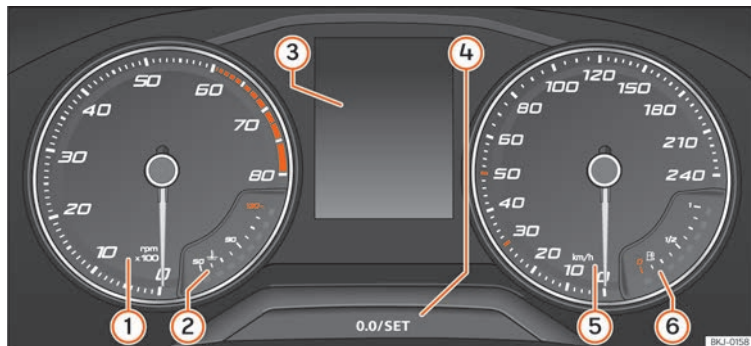

Abb. 117 Display des Kombi-Instruments in der Instrumententafel.
»» **Abb. 117:**
- Drücken Sie kurz die Taste **0.0/SET**  **» Abb. 117** , um den Tageskilometerzähler auf 0 zurück zu setzen.